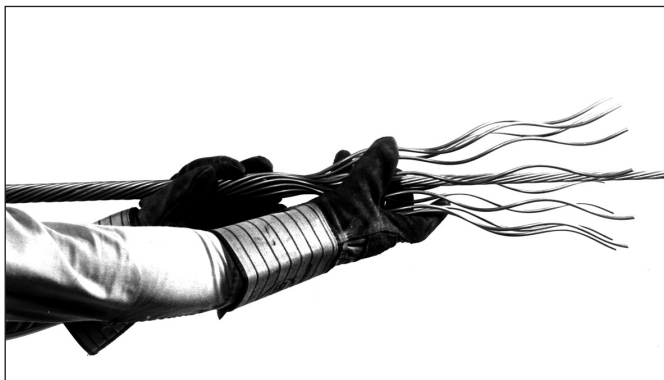

FIGURA 4
2.04 Para completar a aplicação, use ambas as mãos para enrolar as varetas de proteção simultaneamente na posição. Faça primeiro o feixe de uma extremidade; depois, da outra extremidade (Figura 4).